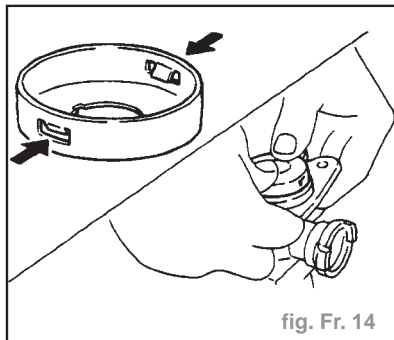

fig. Fr. 14
- Reposer le chapeau de butée (fig. Fr. 14).